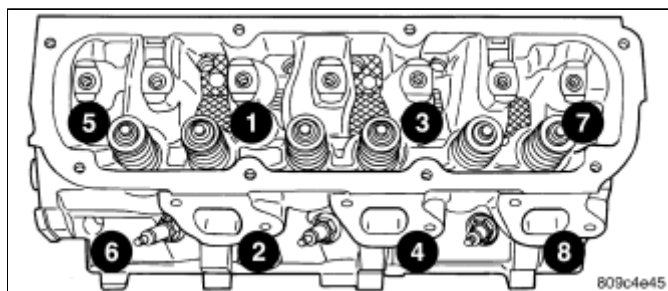

图 3 缸盖紧固顺序
5. 按照\(图 3\)中所示顺序拧紧缸盖螺栓1-8。 用4步扭矩转动法，依下列数值拧紧：